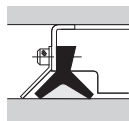

图2 加强滑动片
- (3) 暴露于有切削屑或焊渣的地方，必要采用如伸缩防尘罩罩、圆形软式伸缩罩等防尘盖，或如图2所示采用金属板加强的滑动片。